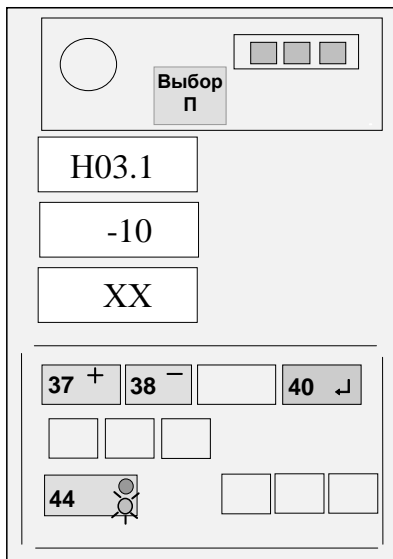

Рисунок 11- Ввод температуры
Если величина измеренной температуры воздуха отличается от выдаваемой на средний ИЖЦ более чем на ± 3 °С, нажатием кнопки 44 установить на верхнем ИЖЦ код "H03.1", а затем, нажимая кнопки "+" (41) и "-" (42), установить, контролируя по показаниям среднего ИЖЦ, значение температуры, равное показаниям термометра (см. рисунок 11).